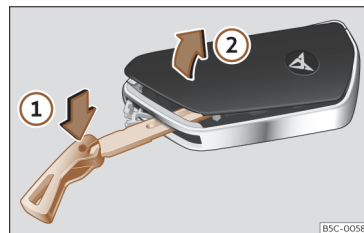

Fig. 83 Chave do veículo: abrir a tampa do compartimento da pilha.
- Introduza o palhetão na ranhura >>> Fig. 83, pressione no sentido da seta ① e solte a tampa fazendo alavanca ②.
- Extraia a pilha do compartimento com um objeto fino adequado >>> Fig. 83.